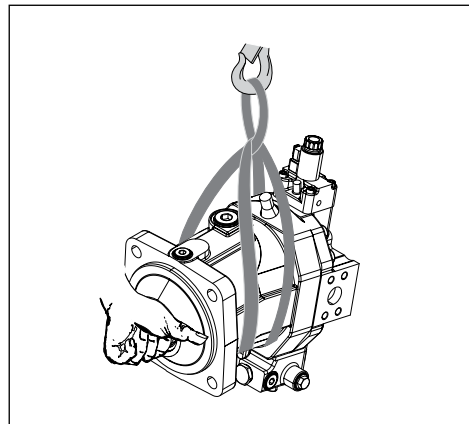

Fig. 5 : Transport avec une élingue
- ▶ Placez l'élingue autour de l'unité à pistons axiaux de façon à ce qu'elle ne passe pas sur les pièces rapportées (p. ex. valves), et que l'unité à pistons axiaux ne soit pas suspendue par les pièces rapportées (voir Fig. 5).